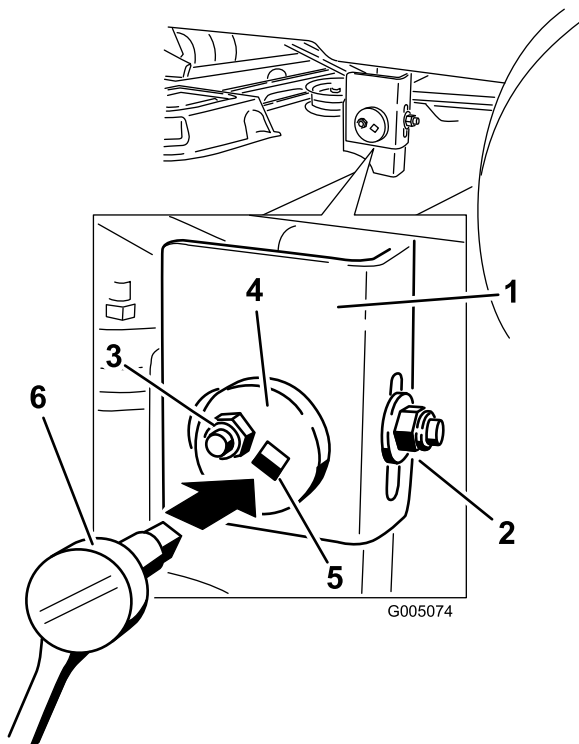

Figura 52
- Spostatevi sul lato sinistro della macchina. Allentate, ma non togliete, il dado di bloccaggio posteriore sul supporto di sospensione (Figura 52).
- Allentate il dado di bloccaggio laterale sul supporto di sospensione appena a sufficienza per poter regolare la piastra eccentrica (Figura 52). Utilizzate una prolunga di 3/8 poll. su una chiave a tubo per manovrare la piastra eccentrica. Utilizzate la chiave per riposizionare l'altezza del piatto di taglio e regolare l'altezza desiderata.
- Fermate il piatto di taglio nella posizione regolata e serrate il dado di bloccaggio laterale sul supporto di sospensione per fissare la nuova posizione (Figura 52). Serrate il dado di bloccaggio posteriore sul supporto di sospensione.